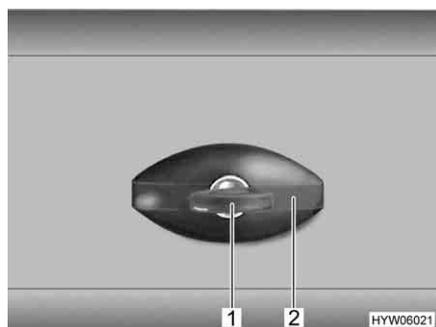

Fig. 46 Cerradura de la trampa, de forma elíptica, cerrada
- Introducir la llave en el cilindro de cierre (Fig. 46,1) y girarla un cuarto de vuelta en sentido contrario a las agujas del reloj. El asidero de la cerradura (Fig. 46,2) se abre de golpe.